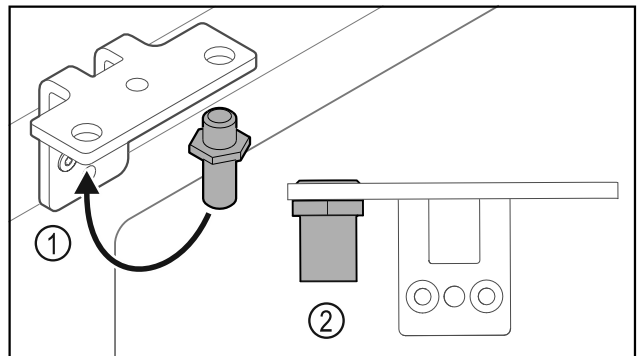

Fig. 27
- Bolzen Fig. 27 (1) im Scharnierwinkel umsetzen.
- Bolzen Fig. 27 (2) mit **Drehmoment von 12 Nm** anziehen.